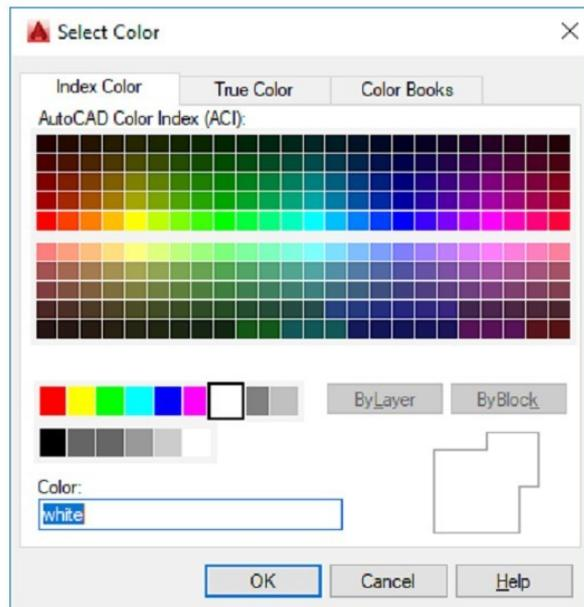

Figura 7.2 - Janela **Select Color**.
4. Clique com o botão esquerdo do mouse sobre *color* no *layer* verde contínuo. Aparecerá uma janela de definição de cores (figura 7.2). Com o auxílio do *mouse*, escolha uma das cores verdes apresentadas na paleta de cores e pressione o botão **OK**.